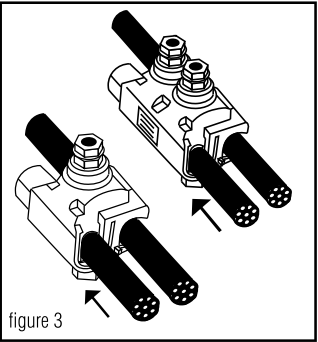

figure 3
- Insert the tap cable into the tap side of the connector until it is seated in the remaining end cap. **See figure 3.**
- Inserte el cable de derivación en el lado de derivación del conector hasta que tope contra la tapa terminal que queda. **Vea la ilustración 3.**